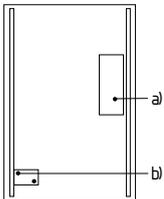

Abb. 3
**Einstellung der Anzugsverzögerungszeit (nur SRB402NE) (siehe Abb. 3)**